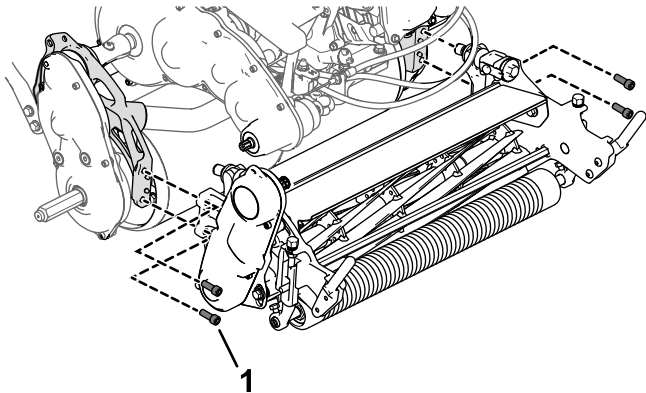

Figura 6
1. Montate l'apparato di taglio sulla macchina con 4 viti a testa incassata (Figura 6).